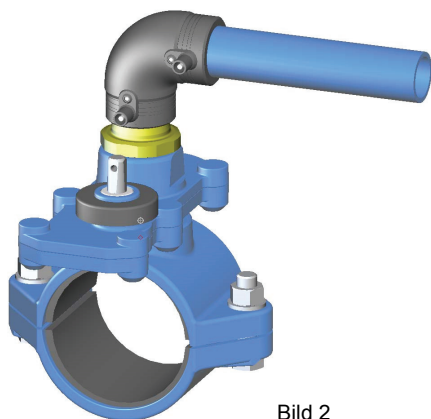

Bild 2
2. Der Adapter (1) wird in einem PE-Beutel zusammen mit einem Profiling (2) geliefert. 3. Den Profiling entnehmen und in die Dichtungskammer unterhalb des Abgangsgewindes der Anbohrarmatur einfügen. Die offene Seite des Profils zeigt dabei nach unten. Auf einen sauberen Sitz des Profilinges achten.
8. Den Elektroschweißwinkel ausrichten und das zur Schweißung vorbereitete PE-Rohr einstecken (Bild 2).